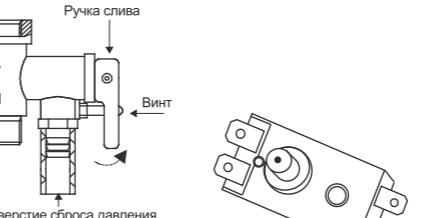

Рис. 9
6. Чтобы правильно слить воду из внутреннего бака, надо воспользоваться сливным отверстием (только для серии RE2) (для этого открутите заглушку, закрывающую сливное отверстие), также воду можно слить через комбинированный предохранительный клапан (рис.9) (для этого открутите винт ручки слива комбинированного предохранительного клапана и переведите ручку слива в верхнее положение, при этом кран выхода горячей воды должен быть открыт, а кран подачи холодной воды в водонагреватель должен быть закрыт).